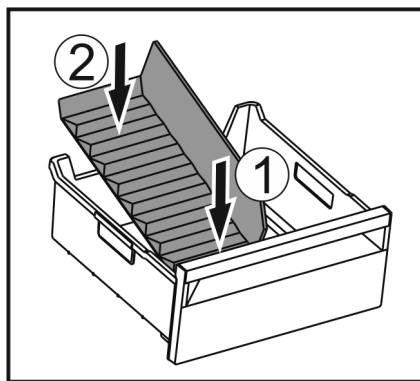

Fig. 179
- ▶ Vložte přední část přepážky přihrádky na led. Fig. 179 (1)
- ▶ Zadní část přepážky přihrádky na led spusťte až na dno zásuvky. Fig. 179 (2)